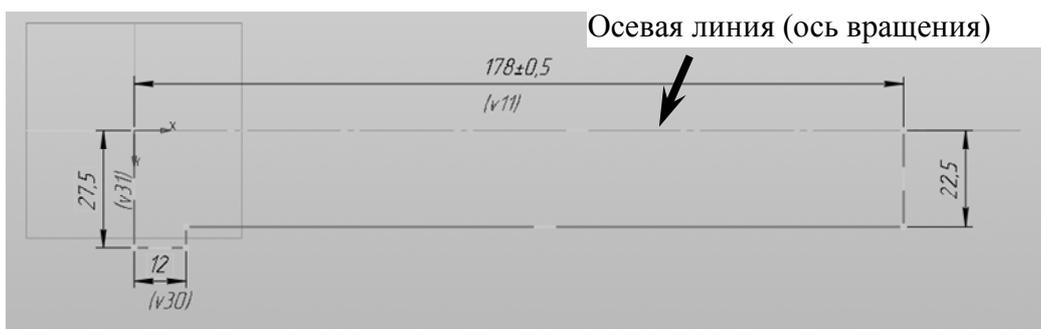

Рис. 1.38. Эскиз детали «Ось»
5. В разделе **Начало координат** установите проекционную плоскость – **Плоскость XY**. Перейдите в режим построения **Эскиза** (нажмите кнопку ) и постройте его с размерами, указанными на рис. 1.38.